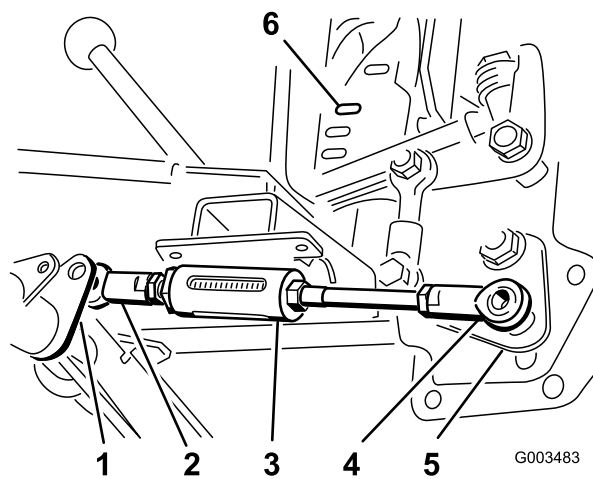

Figura 7
1. Posizionate il giunto a sfera del braccio corto del gruppo asta regolabile a destra della leva per l'asta regolabile presente sul tubo orientabile (Figura 7).
3. Collocate il giunto a sfera del braccio lungo del gruppo asta regolabile sul perno che sporge dalla parte inferiore del gruppo maniglia di sollevamento e fissatelo, senza serrarlo, mediante un dado di bloccaggio (1/2 poll.) (Figura 7).